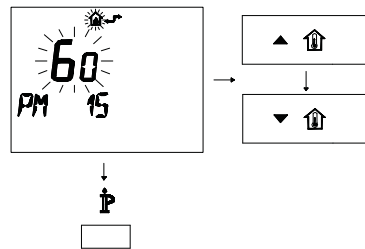

Fig. 5.40
- Modifique el SET programado con los botones **▲** y **▲** hasta visualizar un **set de 60**, espere que el número programado comience a parpadear (Fig. 5.40).